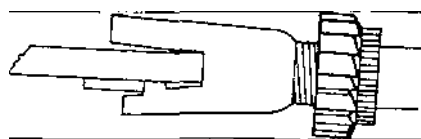

Рис. 7.48
- установить распорный стержень на место, ввернув его резьбовую часть в гайку (рис. 7.48);